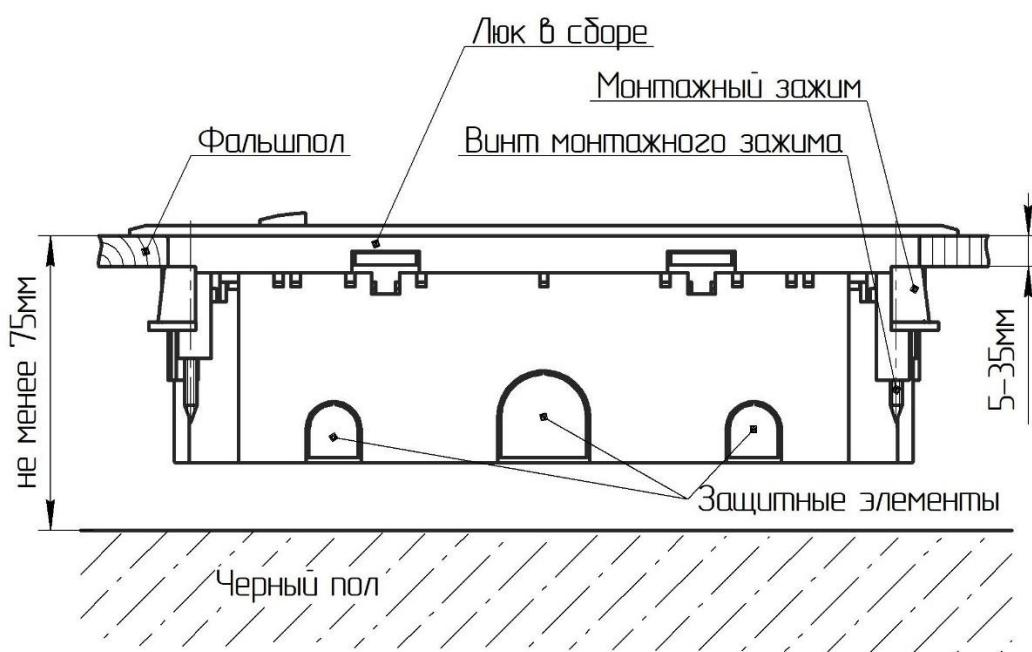

Рис. 2
1. Вырезать монтажное отверстие в фальшполе размером 246x164 мм. Минимальная глубина для монтажа люка (между черновым полом и верхней частью фальшпола) составляет 75 мм. Диапазон толщин фальшполов от 5 до 35мм (Рис. 2).
4. Зафиксировать люк по толщине фальшпола, вращая винты монтажных зажимов (*Рис. 2*).